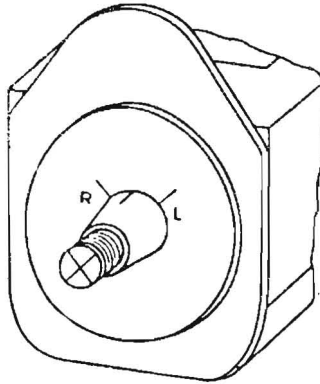

Bild 16 Richtiges Einstellen der Einspritzpumpe zum Motor
3.7 Einstellen der Pumpe zum Motor (Bild 16)